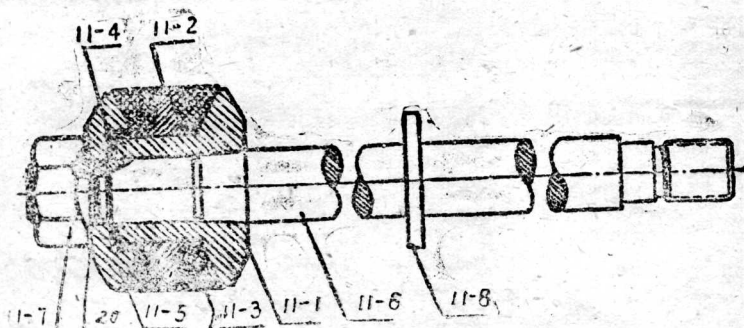

图 131. 活塞及拉杆
11. 活塞及拉杆（如图131）：活塞由鉄套，墊圈，兩個膠皮碗，墊片及壓蓋組成，鉄套內呈錐形，套在拉杆上，套的外表套一墊圈，墊圈上套兩個膠皮碗，然後用壓蓋及螺絲適當扭緊在拉杆上，在壓蓋及鉄套間墊片，是隨膠皮碗磨損而減少，如膠皮碗磨損多便可多去幾個墊片以到螺絲扭緊使活塞與缸筒接觸嚴密為止，拉杆一端裝有活塞，一端有絲扣扭在十字頭上，為使拉杆工作時與活塞箱壳緊密結合，在箱壳右側裝有塞綫筒（圖132），筒內有塞綫、銅套、壓蓋